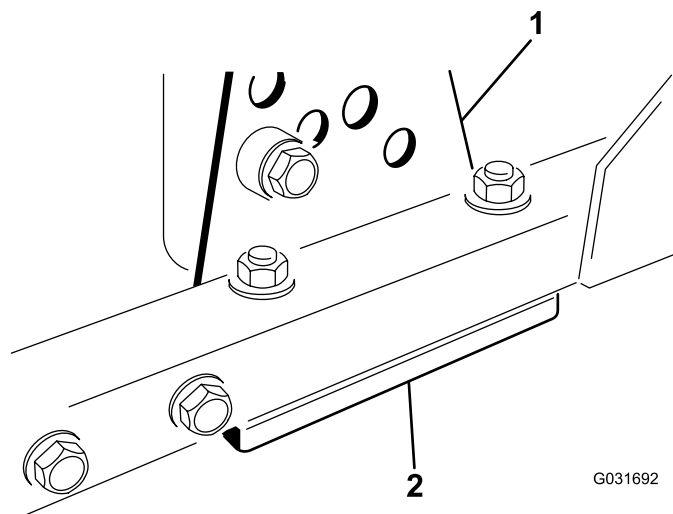

Figura 63
1. Retire el soporte de altura de corte (delantero, izquierdo o derecho) del bastidor de la carcasa (Figura 63).
2. Coloque suplementos de 1,5 mm y/o 0,7 mm entre el bastidor de la carcasa y el soporte hasta lograr el ajuste de altura deseado (Figura 63).